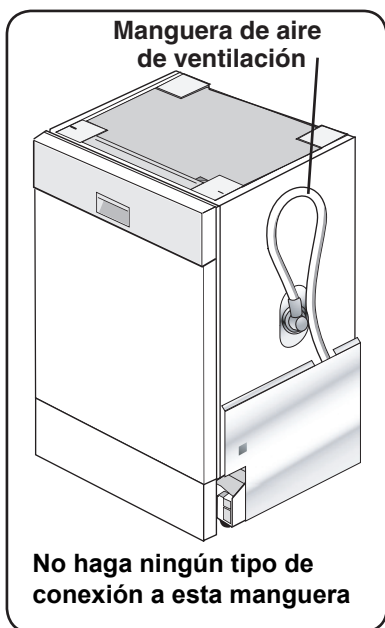

Figura 28
- La manguera que aparece en la **Figura 28** es una abertura de ventilación. Se debe dejar el extremo de esta manguera en la base de la lavavajillas. No haga ningún tipo de conexión a esta manguera.